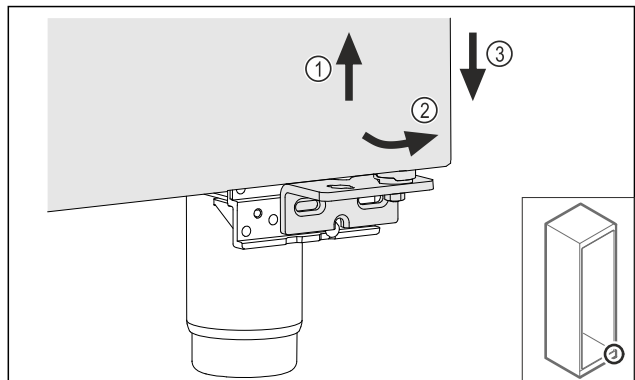

Fig. 20
- ▶ Duris šiek tiek kilstelėkite Fig. 20 (1), apačioje paverskite į priekį Fig. 20 (2) ir nuleiskite Fig. 20 (3).